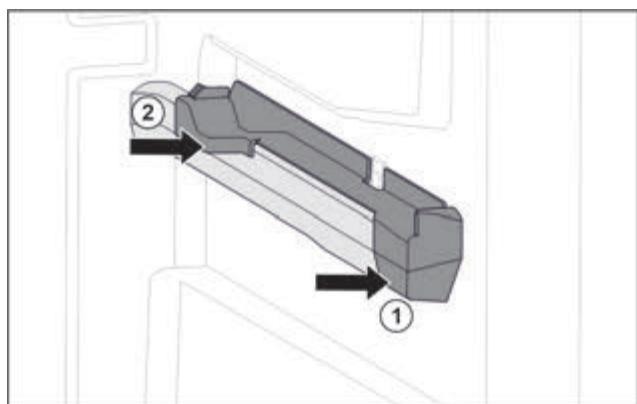

Fig. 47 Вставна частина на правому ребрі для резервуару
- Одягти вставну частину вперед на ребро резервуару. Fig. 47 (1)
- Притиснути вставну частину позаду. Fig. 47 (2)